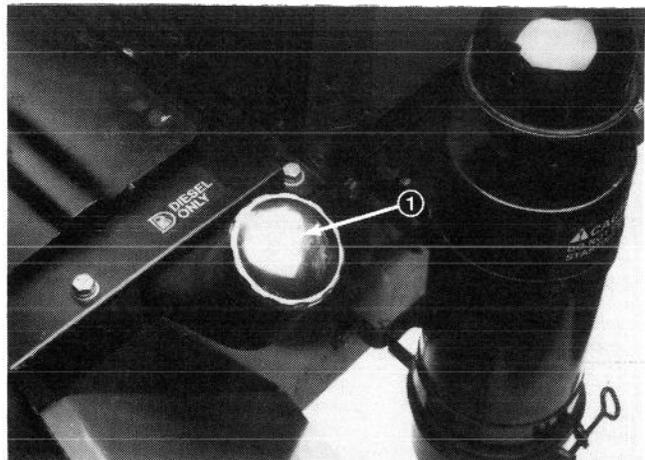

Abbildung 8
2. Den Kraftstofftankdeckel (Abb. 8) entfernen und den Tank bis 25 mm unter der Oberkante des Tanks (*nicht des Füllstutzens*) mit Nr. 2 Dieseldieselfuelstoff befüllen. NICHT ÜBERFÜLLEN!